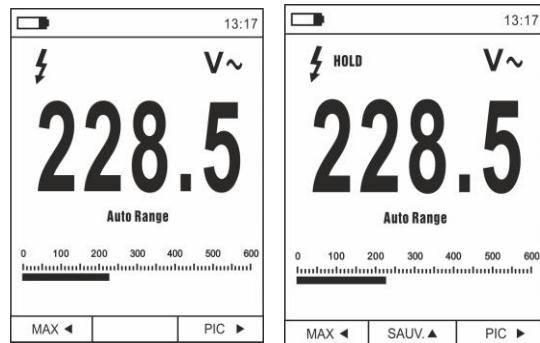

Fig. 7 Sauvegarde de la valeur fixée à l'écran
1. Appuyer sur la touche **HOLD/REL** pour fixer le résultat. Le message « HOLD » apparaît à l'écran et la touche **SAUV. ▲** (voir Fig. 7 – partie droite)